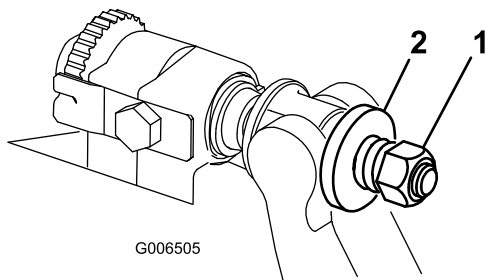

图29
4. 旋紧弹簧加压螺母，直到弹簧完全压缩，然后往回松开 1/2 圈（图29）。